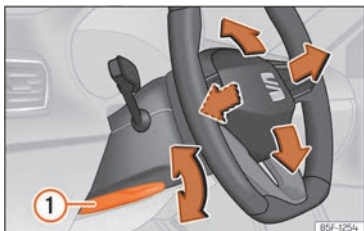

Fig. 9 Palanca en la parte inferior del lateral izquierdo de la columna de dirección.
- Tire de la palanca »» fig. 9 ① hacia abajo, mueva el volante hasta la posición deseada y vuelva a subir la palanca hasta el punto de cierre.
- Tras ajustar la columna de la dirección, empuje firmemente la palanca »» fig. 9 ① hacia arriba para que el volante no cambie de posición accidentalmente durante la marcha.